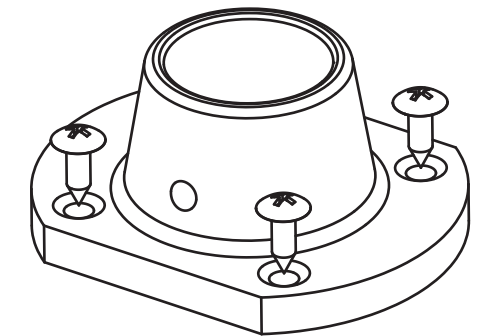

Figure 2
- Locate the mounting holes as shown in figure 1 a, b, c and afix the bottom positioner to the closet floor with (4) 3/4" x #8 oval headed screws. Note: Shaft locking screw must face the closet opening. (See figure 2)
- Trouver les trous de montage suivant les indications de l'illustration 1 et installer la base du positionneur du bas au plancher de la garde-robe avec 4 vis à tête ovale 3/4" x #8. Note: La vis de blocage de l'axe doit faire face à l'ouverture du placard. (Voir le figure 2)